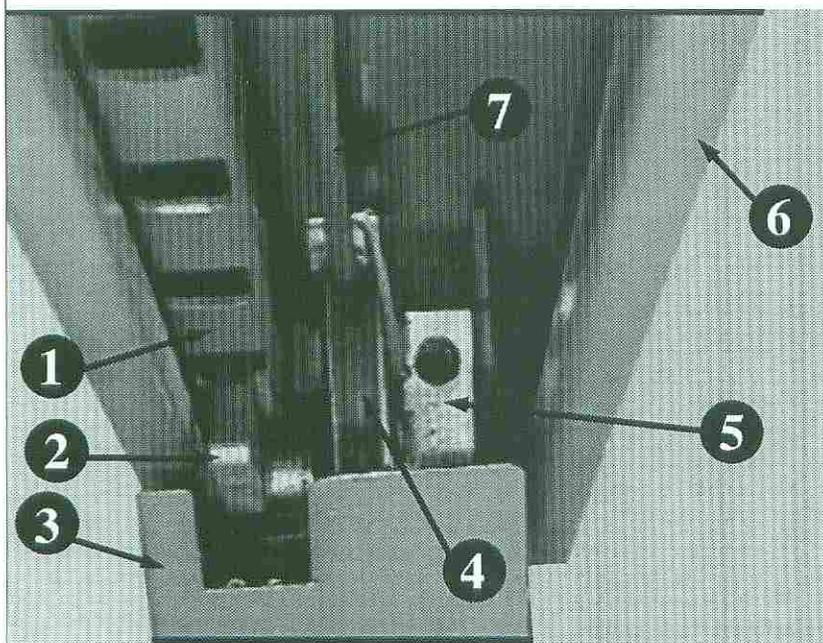

Bild 2: Blick in eine Säule
- Sicherheitsklinke manuell zurückziehen und geeigneten Gegenstand (Keil, Lappen) zwischen Klinkenleiste und Sicherheitsklinke legen oder die nach hinten gezogene Sicherheitsklinke mit Hilfe eines Drahtes befestigen, so daß der Zahn der Sicherheitsklinke nicht mehr in die Klinkenleiste einrasten kann (siehe Bild 2). Diese Maßnahme muß an allen vier Hubsäulen vorgenommen werden.